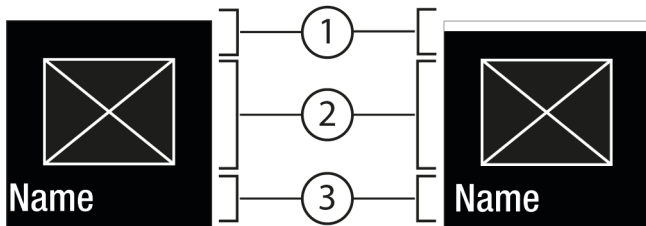
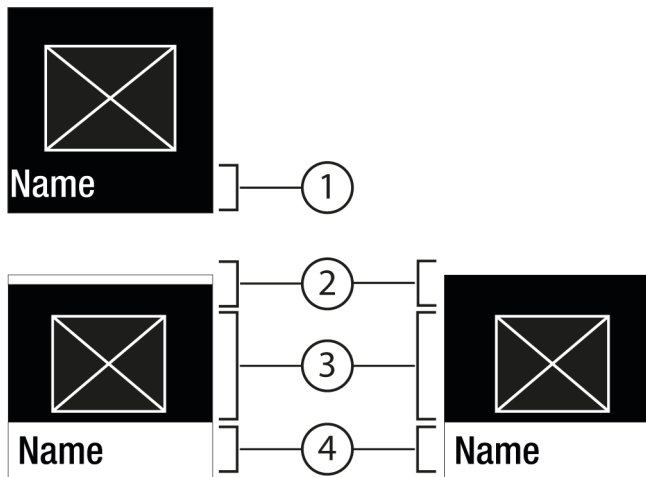

Fig. 6
Fig. 7
- Hämta undermenyn Fig. 7 (4) med Bekräfta Fig. 5 (2).
- Ställ in nytt värde: Välj ett inaktiverat värde Fig. 6 (1) med Bekräfta Fig. 5 (2).
- Tillbaka till menyn: Välj det redan aktiverade värdet Fig. 6 (2) med Bekräfta Fig. 5 (2).
- ▷ Status: aktiverad Fig. 6 (1) visas kortvarigt i undermenyn Fig. 7 (4).